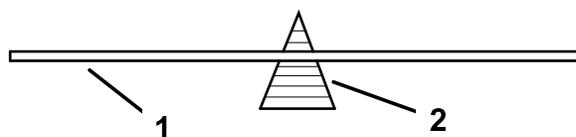

Figure 39
2. Pour les lames droites seulement, vérifiez l'équilibrage de la lame en la plaçant sur un équilibreur (Figure 39).